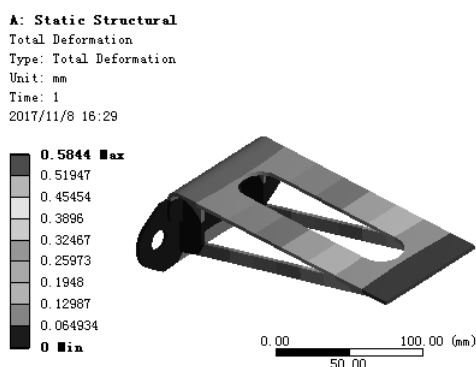

图 7.11.21 位移变形结果图解
(3) 查看位移变形结果图解。在“Outline”窗口中选中  **Total Deformation**，查看图 7.11.21 所示的位移变形结果，其最大位移为 0.5844 mm。